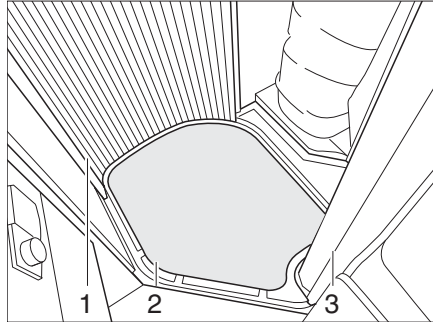

Bild 117 Abdeckung der Duschwanne
- Abdeckung der Duschwanne (Bild 117,2) herausnehmen.
- Duschwand (Bild 117,1 und 3) komplett zuziehen.